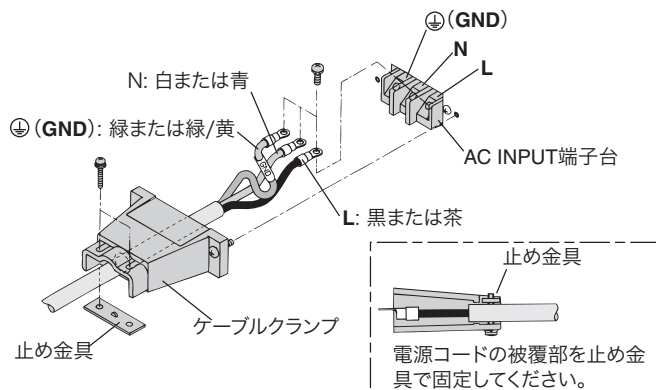

図 2-6 電源コードの接続
- 3 図 2-6 のように後面パネルの AC INPUT 端子台に付属の電源コードを接続します。